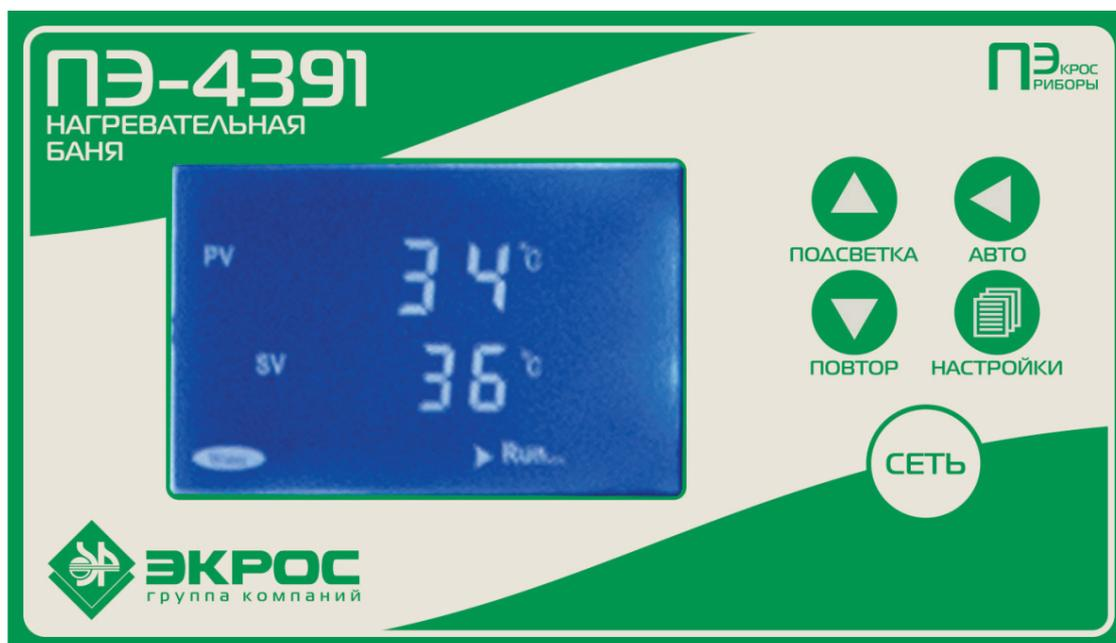

Рисунок 11
10.2. Нагревательная баня, модель ПЭ-4391 (Рисунок 11).